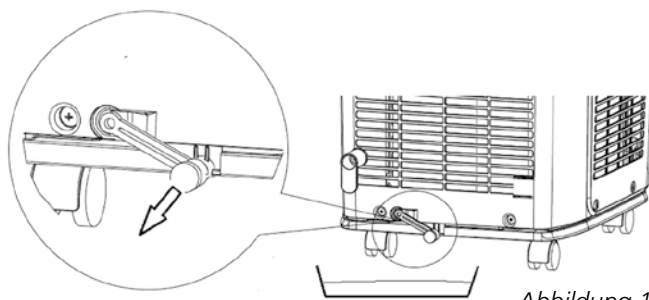

Abbildung 13
- 4 Ziehen Sie den Gummistopfen aus dem Abfluss und lassen Sie das Wasser aus dem Behälter laufen ($\pm 0,5$ L), Abbildung 13.